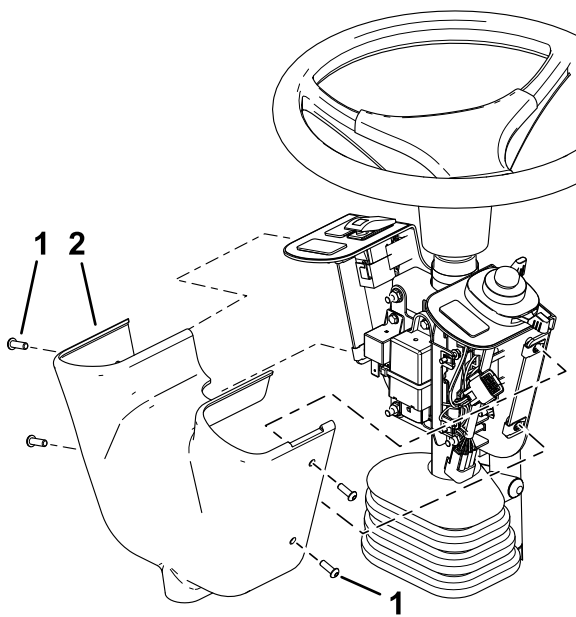

图 7
9. 卸下固定控制面板盖的 4 个内六角头螺丝然后取下控制面板盖图 7。
12. 如图 7 中所示安装控制面板盖。